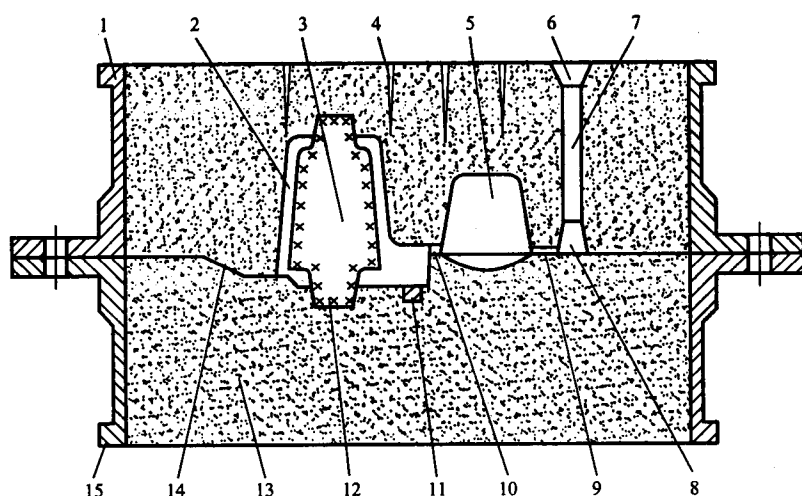

图 1-1 铸型装配图
2. 写出图 1-1 中各部分的名称及作用。
- (1) 图 1-1 中的铸件,若每年生产 5000 吨,你将采用何种生产工艺手段? 为什么?
- (2) 如何选择铸造工艺方法?
- (3) 采用负压实型铸造生产不锈钢要特别注意什么问题?
- (4) 为什么铸造是毛坯生产中的重要方法?
- (5) 试比较消失模铸造与压力铸造对铸件材质的适用性以及铸件大小的适用性。
- (6) 湿型砂应具备哪些性能? 这些性能对铸件的质量有何影响?
- (7) 消失模铸造真空度的大小对铸造件的质量有何影响?
- (8) 热压室压铸机有何特点?
- (9) 写出 J 1116 卧式冷室压铸机的基本结构。
- (10) 砂型铸造常见铸件缺陷有哪些? 结合实习中出现的铸件缺陷,分析产生的原因,并提出防止缺陷产生的办法。
- (11) 什么叫特种铸造? 试说出常用的 6 种特种铸造方法。